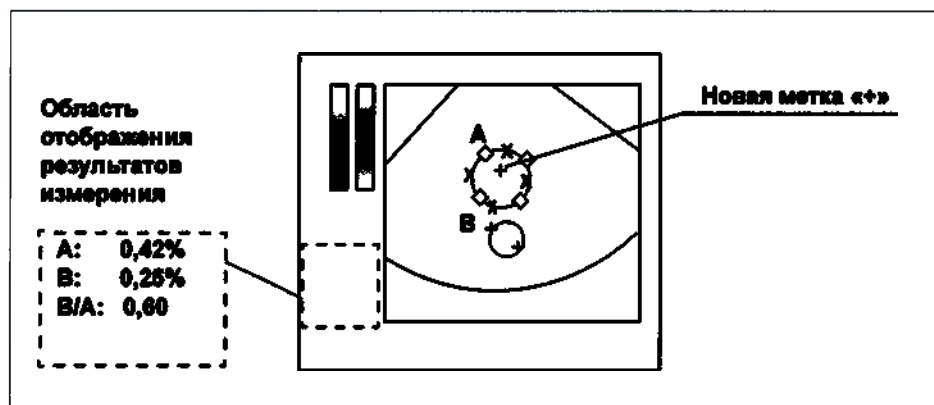

Рисунок 8.123
- 1 Выполните действия с 1 по 3 процедуры модификации расположения измеряемой области исследования деформации. Окно исследования принимает вид, показанный на рис. 8.123. См. «○ Модификация расположения измеряемой области исследования деформации» на стр. 533.